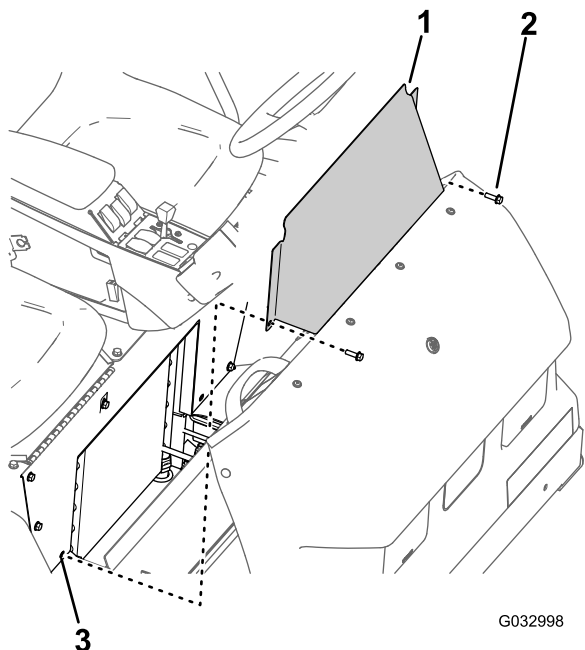

Figure 69
1. Retirez les 2 boulons à embase qui fixent le panneau d'accès à la base du siège (Figure 69).
2. Déposez le panneau d'accès à la base du siège de la machine (Figure 69).
1. Alignez les trous du panneau d'accès et les trous dans la base du siège (Figure 69).
2. Fixez le panneau d'accès à la base du siège au moyen des 2 boulons à embase (Figure 69) retirés à l'opération 1 de la section Dépose du panneau d'accès à la base du siège (page 58).